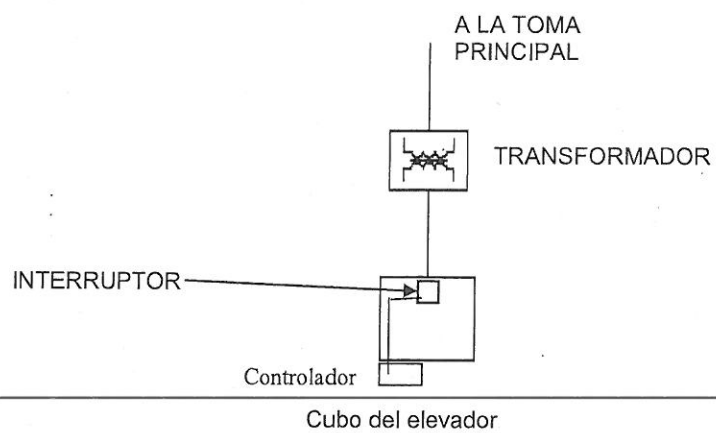

FIG. 11
- El constructor deberá proveer el lugar donde se ubicara el transformador y deberá alambrarlo desde la fuente de alimentación principal hasta el transformador y desde este hasta el interruptor principal que estará localizando en el cubo en el último desembarque. OTIS suministrará el transformador con la capacidad (KVA) necesaria para el equipo y para un voltaje de entrada requerida y solicitada por el constructor y con salida de 380 V. Las medidas del transformador y sus características eléctricas se mencionan en el plano de construcción. (Fig.11)